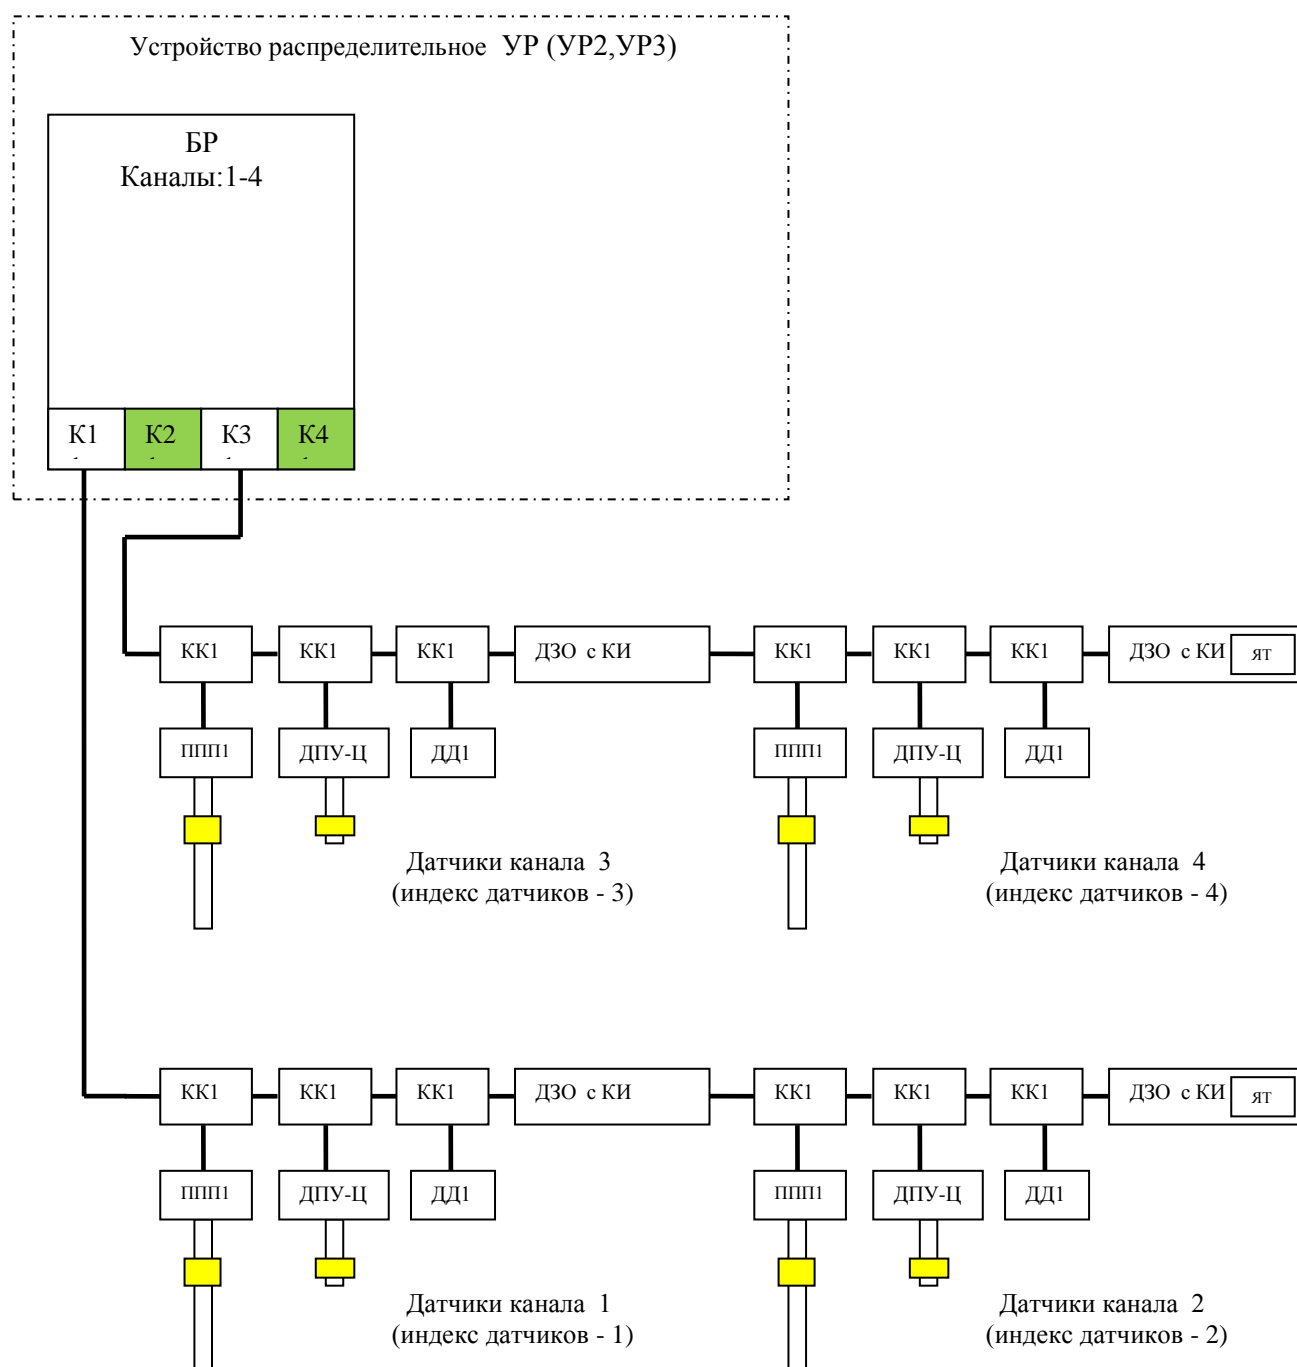

Рисунок 5.31 – Пример магистрального подключения датчиков смежных каналов БР
5.6.5.4 Проверить или установить индексы подключенных магистрально датчиков к каналу 1. Датчики ассоциированные с каналом 1 (ППП, ДД1, ДЗО с КИ, ДПУ-Ц) должны иметь индекс 1, датчики ассоциированные с каналом 2 – индекс 2. При этом датчики ассоциированные с каналом 1 и 2 магистрально подключены к клеммам канала 1 (рисунок 5.31). Проверять (устанавливать) индексы датчиков выполнять со значением параметра «Адрес доступа» – «Технологический».